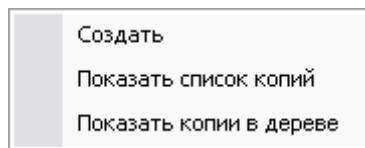

Рис. 118
Работа с твердыми копиями ведется посредством подменю пункта контекстного меню документа **Твердые копии** (Рис. 118).
1. Выберите в контекстном меню документа пункт **Твердые копии - Создать** (Рис. 118).